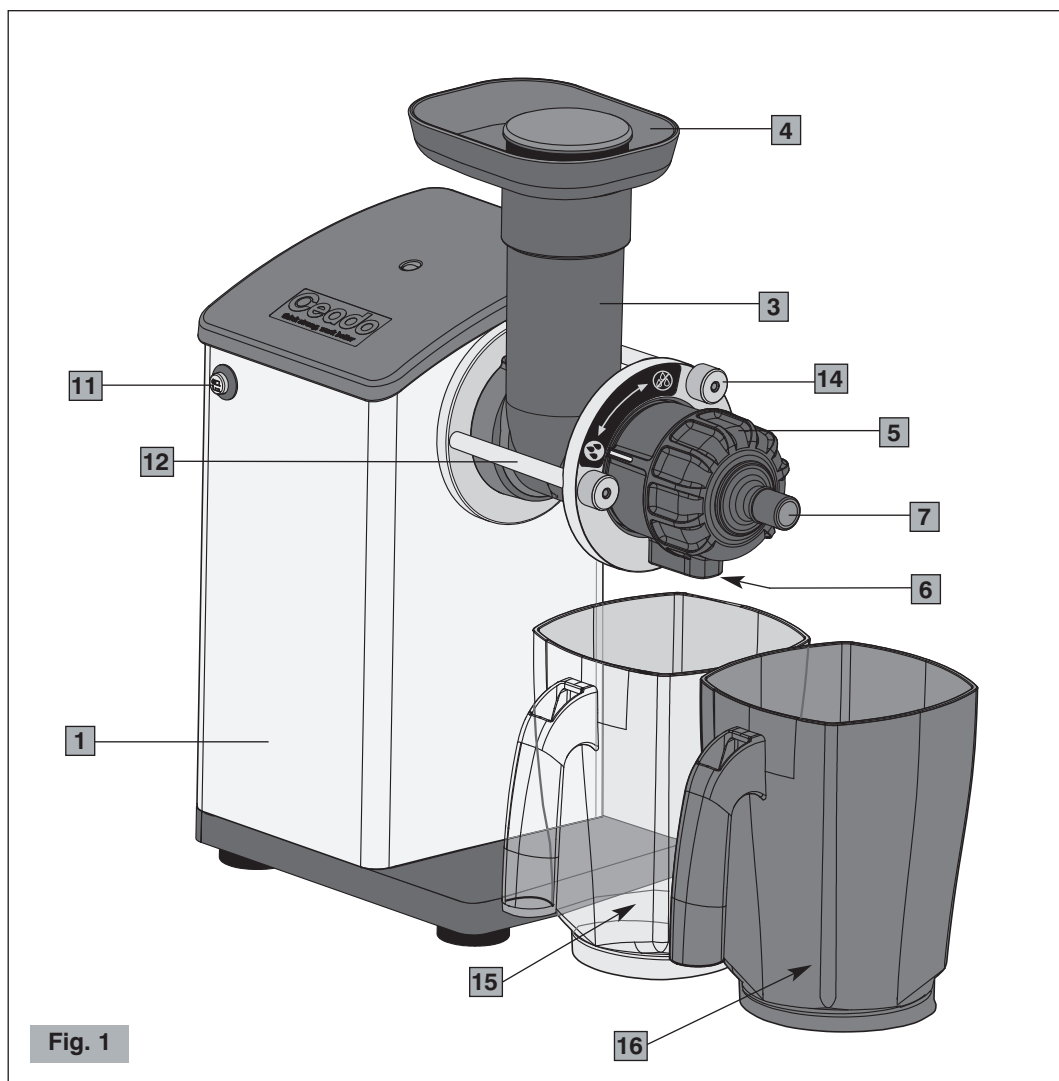
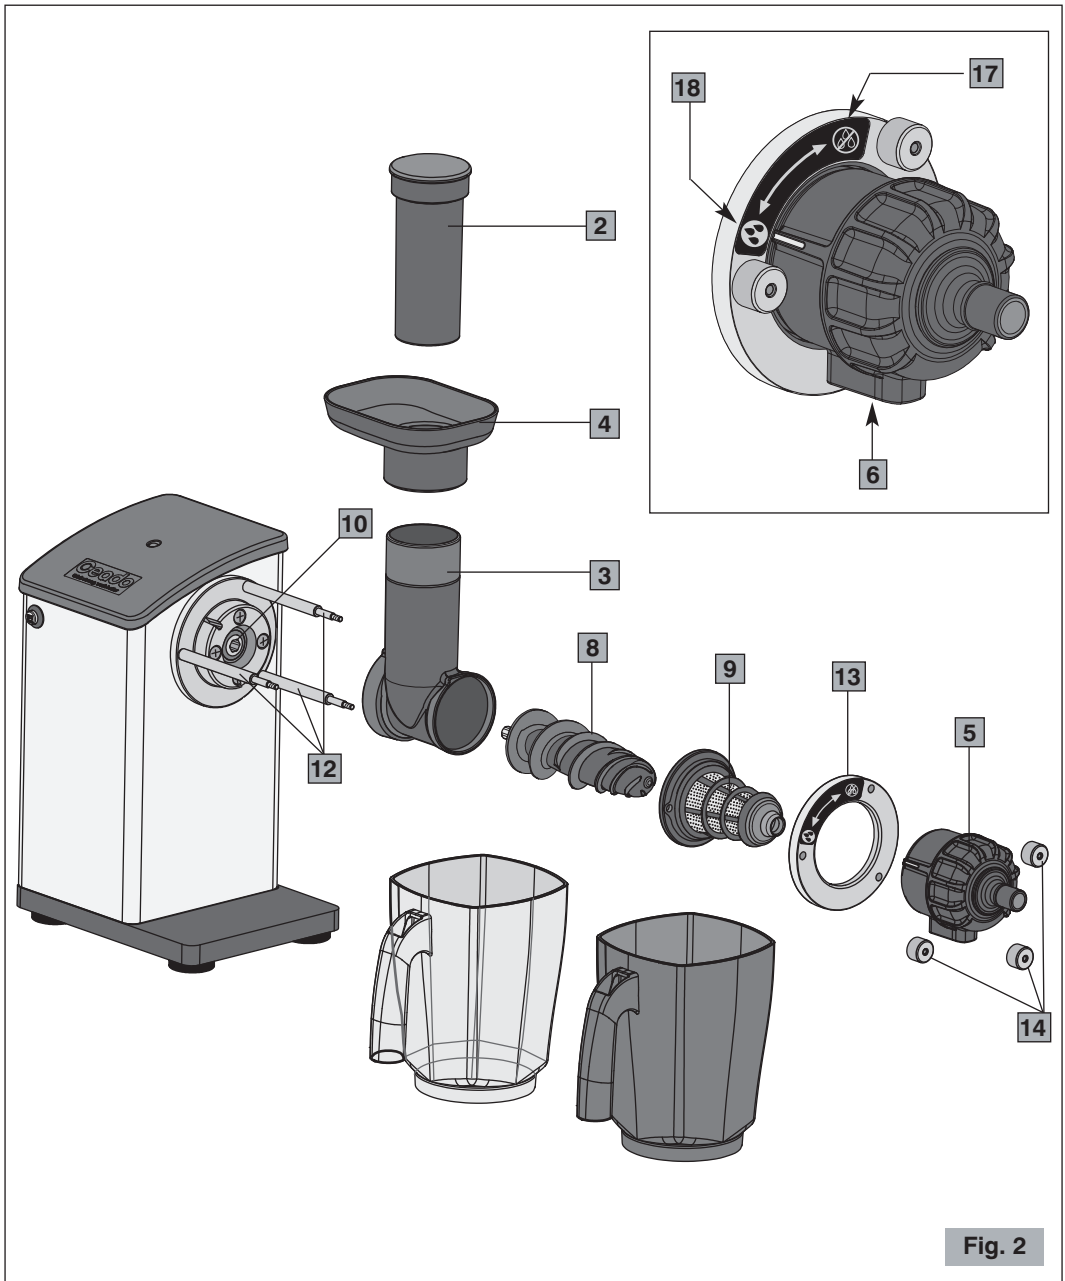

Fig. 1
Fig. 2
Componenti principali (Fig. 1 - Fig. 2)
Prima di collegare la spina alla presa accertarsi che il pulsante ON-OFF (11 Fig. 1) sia in posizione "O" di spento.
- 3** Posizionare il contenitore di succo (15, Fig. 1) sotto l'uscita del succo e il contenitore di polpa (16, Fig. 1) sotto lo scarico residui.
Durante il funzionamento dell'apparecchio il copri filtro (5, Fig. 1) deve essere in posizione aperta (simbolo "tre gocce"). Dopo aver arrestato il motore, per evitare il gocciolamento, chiudere il copri filtro ruotandolo in senso orario di 90° (simbolo "stop gocce").